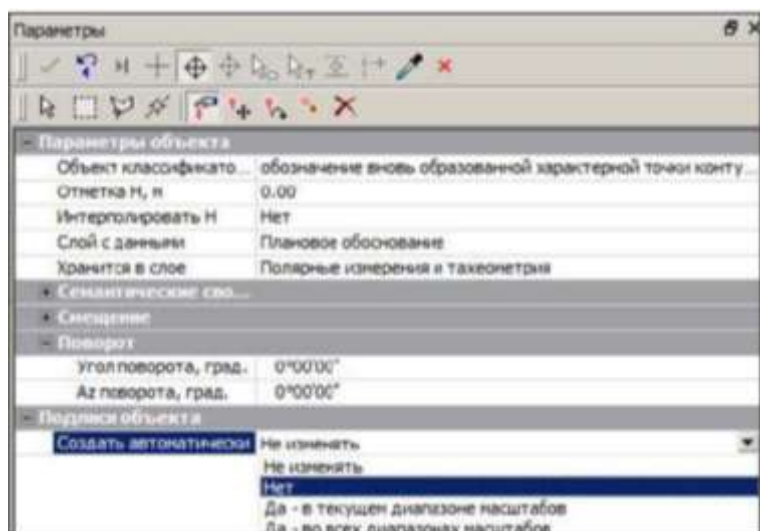

Рисунок 25– Параметры
- Нажмите кнопку **Редактировать параметры точечных объектов** . В поле **Создать автоматически** (рис. 25) раздела **Подписи объектов** выберите из списка – **Нет**. Примените построение.